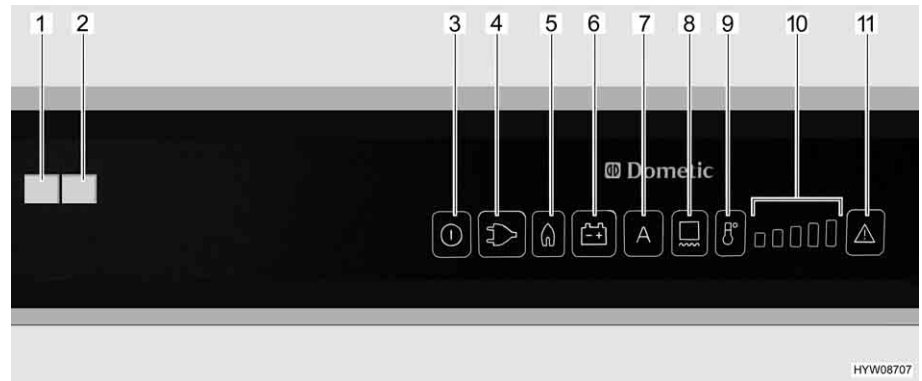

Bild 198 Bedienelemente für den Kühlschrank (Dometic RMD)
Wenn der Betriebsmodus "AES" eingestellt ist, **keine** 230-V-Versorgung angeschlossen und der Fahrzeugmotor **ausgeschaltet** ist, wählt das AES die Gasversorgung. Beim Anwählen des Gasbetriebs wird die Zündsicherung automatisch geöffnet, so dass Gas zum Brenner strömen kann. Gleichzeitig wird der elektronische Zünder eingeschaltet. Erlischt die Gasflamme, z. B. durch einen Luftzug, wird der Zünder sofort aktiviert und zündet das Gas wieder an. Bei Störung im Gasbetrieb blinken die Leuchttasten "Gas" (Bild 198,5) und "Störung" (Bild 198,11). Die Kontroll-Leuchte "Störung" (Bild 198,1) leuchtet und es ertönt 20 Sekunden lang ein akustischer Alarm.
Nach dem Einschalten wählt der Kühlschrank automatisch die mittlere Thermostateinstellung. Diese Einstellung kann manuell mit der Taste Temperaturstufenauswahl (Bild 198,9) nachgeregelt werden. Die Kontroll-Leuchten (Bild 198,10) zeigen die gewählte Thermostateinstellung an. Mit der Taste Temperaturstufenauswahl wird die Kühltemperatur für alle drei Energiearten eingestellt. Es dauert einige Stunden, bis der Kühlschrank die normale Betriebstemperatur erreicht hat. Beim Umschalten der Betriebsart wird die Thermostateinstellung beibehalten. Die Kühltemperatur wird unabhängig von der Energieart beibehalten.
- Rahmenheizung für eine Dauer von 2 Stunden einschalten: Taste (Bild 198,8) einmal drücken. Ein Balken der Temperaturstufenanzeige (Bild 198,10) leuchtet.
- Rahmenheizung für eine Dauer von 5 Stunden einschalten: Taste (Bild 198,8) zweimal drücken. Zwei Balken der Temperaturstufenanzeige (Bild 198,10) leuchten.
- Rahmenheizung auf Dauerbetrieb stellen: Taste (Bild 198,8) dreimal drücken. Drei Balken der Temperaturstufenanzeige (Bild 198,10) leuchten.
Die Temperaturstufenanzeige (Bild 198,10) zeigt einige Sekunden lang die Betriebsdauer der Rahmenheizung an.
Bei hohen Außentemperaturen und hoher Luftfeuchtigkeit kann es zur Wassertropfenbildung am Metallrahmen des Frosterfachs kommen. Deshalb ist der Kühlschrank mit einer Rahmenheizung für das Frosterfach ausgestattet. Bei hohen Temperaturen und hoher Luftfeuchtigkeit die Rahmenheizung über die Taste (Bild 198,8) einschalten. So lässt sich Korrosion vermeiden. Wenn die Rahmenheizung eingeschaltet ist, leuchtet die Leuchttaste (Bild 198,8).
- Taste Ein/Aus (Bild 198,3) etwa 2 Sekunden lang drücken. Der Kühlschrank schaltet sich ein, die zuletzt eingestellte Energieart oder "AES" wird angezeigt.
- Kühltemperatur mit Taste Temperaturstufenauswahl (Bild 198,9) einstellen. Die Kontroll-Leuchten (Bild 198,10) zeigen die gewählte Thermostateinstellung.
- Taste Ein/Aus (Bild 198,3) etwa 2 Sekunden lang drücken. Der Kühlschrank schaltet sich aus, keine Anzeigen leuchten mehr.